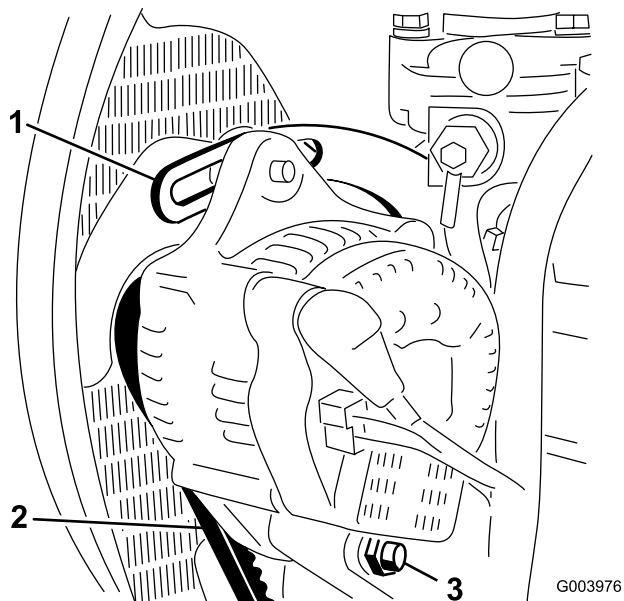

Рисунок 67
2. Проверьте натяжение ремня генератора, надавив на него (Рисунок 67) посередине между шкивами генератора и коленчатого вала с усилием 10 кг.
3. Ослабьте болт крепления скобы к двигателю (Рисунок 67), болт крепления генератора к скобе и болт оси поворота.